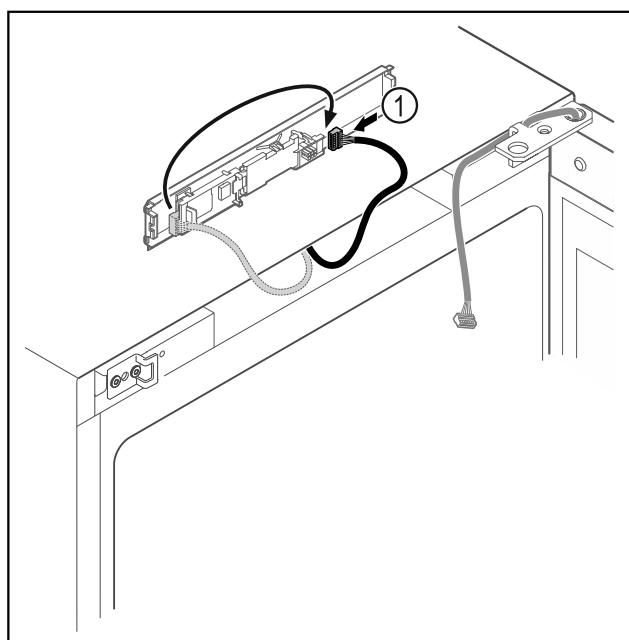

Fig. 17
- Lidhni spinën Fig. 17 (1) në qark në anën tjetër.